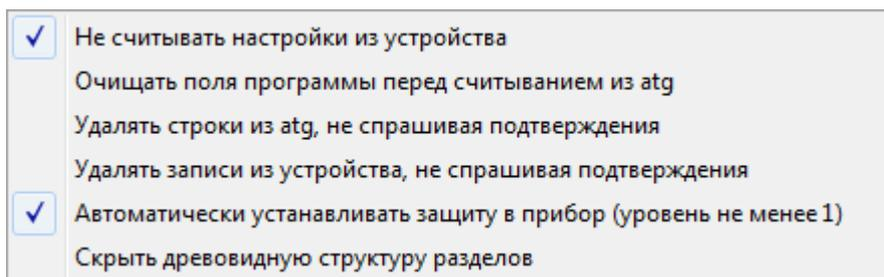

Рис.4 – Меню Настройки программы.
2. **Панель настроек.** Опции вкладки дублируются в меню **Настройки программы** (рис.4).